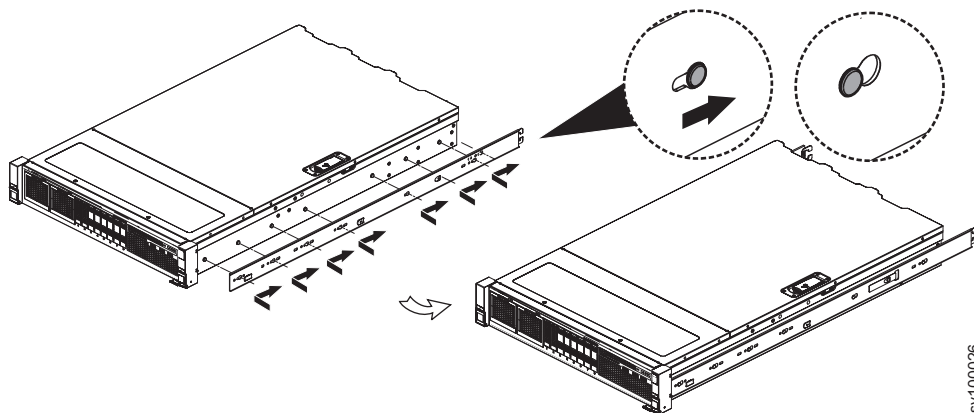

図 60. シャーシへのレールの内部セクションの取り付け
4. レールの内部セクションをシャーシに取り付けます。ねじは不要です。内部セクションの穴をアプライアンスの側面のピンの頭に合わせてから、レールをアプライアンスの後方にスライドさせてロックします (図 60 を参照)。